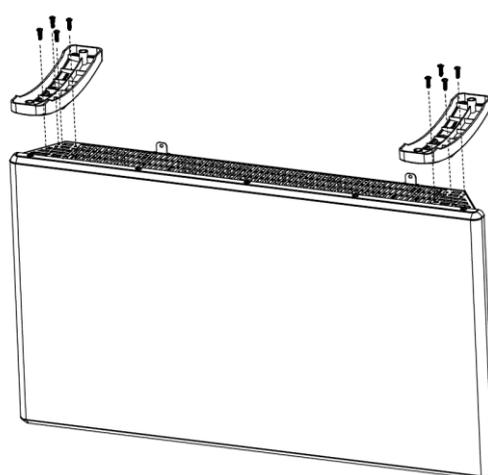

Рис.5
5.7. Для установки конвектора на пол, необходимо установить каждую опору на нижнюю часть корпуса и закрепить винтами M4\*10 (Рис.5).